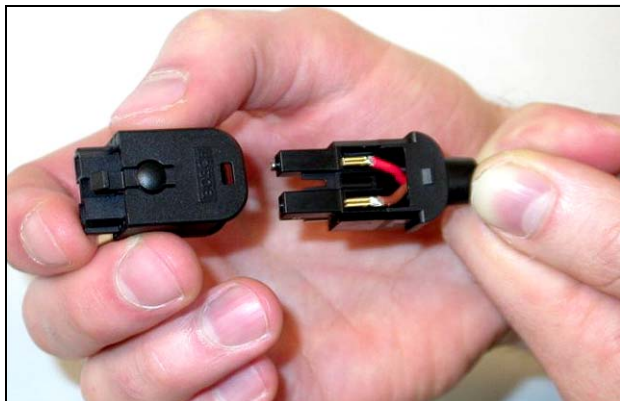

figura 20.35: Montaggio dell'involucro anteriore
- 30 Far scattare l'involucro anteriore sul gruppo blocco di montaggio/retro dell'involucro (vedere figura 20.35).